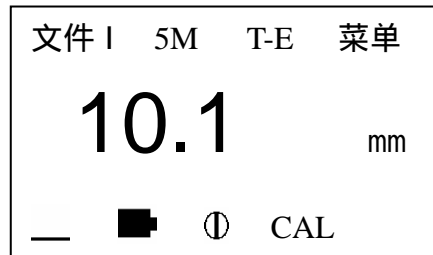

图 15
- d. 用 E-E 测量方式反测出声速值，然后用 T-E 测量模式测出试块厚度值，耦合良好、数值稳定的情况下按下 CAL 键，测量的厚度值冻结，此时可移开探头。如图 15：